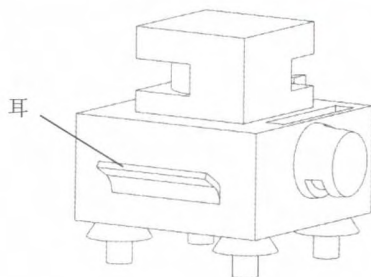

图 3-23 创建耳特征
- (3) 单击“确定”按钮 ，把“耳”的“厚度”设为 3mm，“半径”设为 10mm，“折弯角”设为  $60^\circ$ ，创建耳特征，如图 3-23 所示。